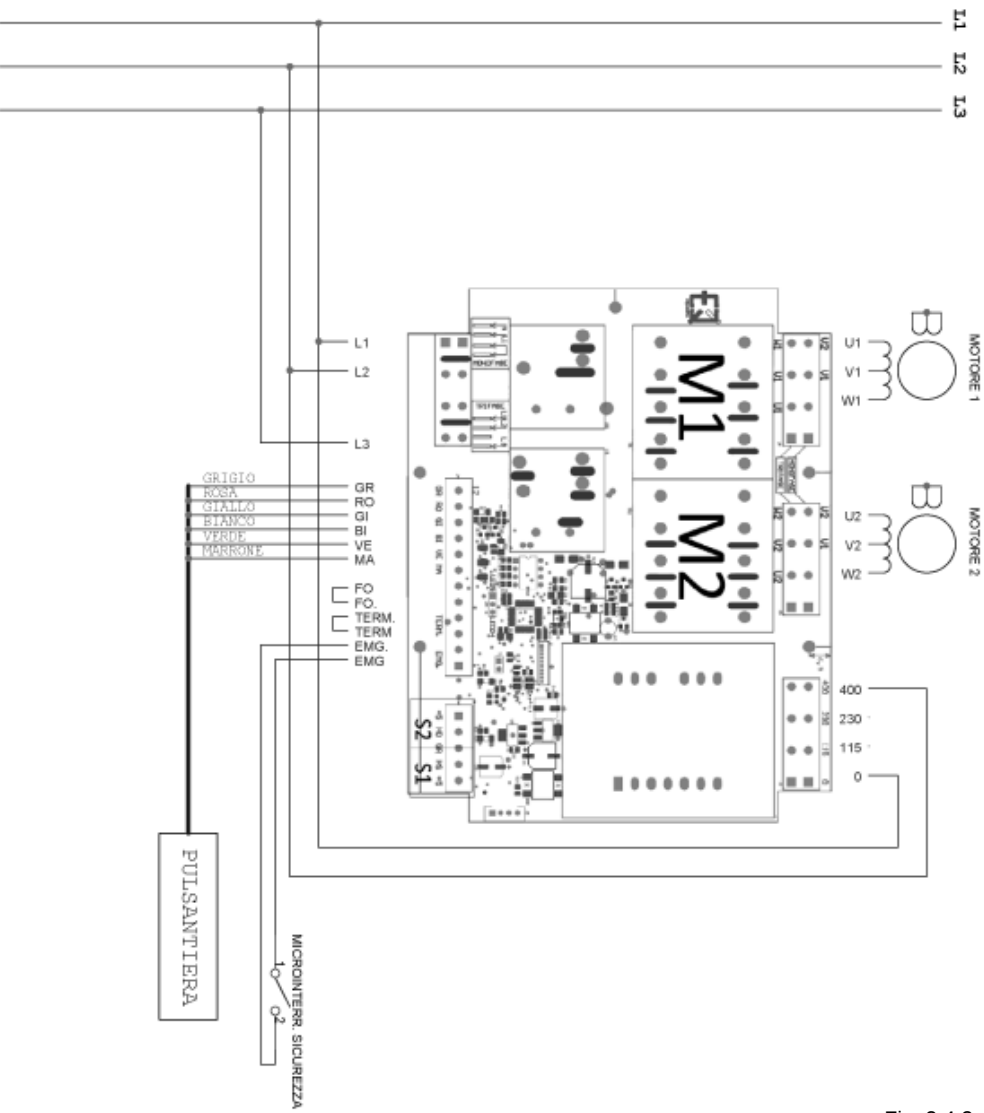

Fig. 2.4.3
2.4.3 - Schema elettrico trifase comandi inox (Fig. 2.4.3)